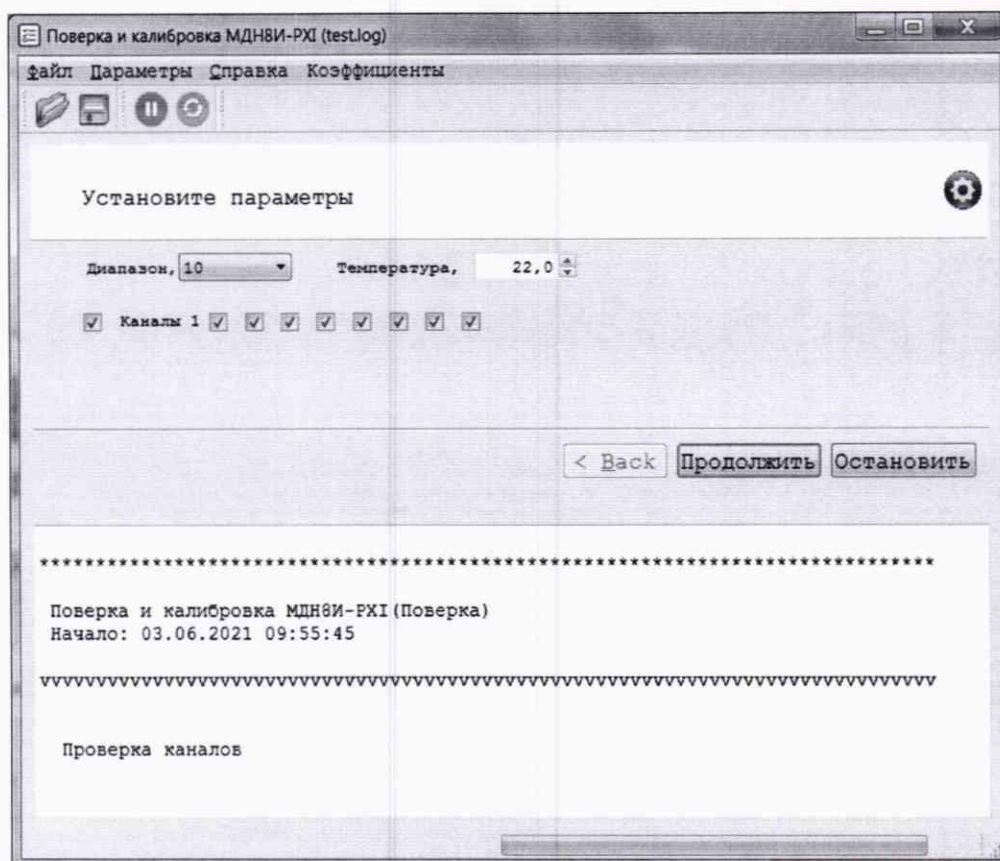

Рисунок 4
- В открывшейся программной панели (см. рисунок 4) установить параметры.